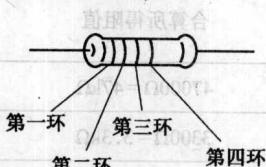

图 1-2 色环电阻
(1) 在电阻器上直接印出阻值。如 $2.2k\Omega$ 的电阻器上印有“2.2k”或“2k2”字样。
(2) 用色环表示。在电阻器上印有四道或五道色环(见图 1-2),左起第一、第二环表示两位数的数值,第三环表示倍乘数,第四环表示阻值允许的误差。各道色环中不同颜色的含义见表 1-1 所列。表 1-2 是色环电阻的识读举例,供参考。